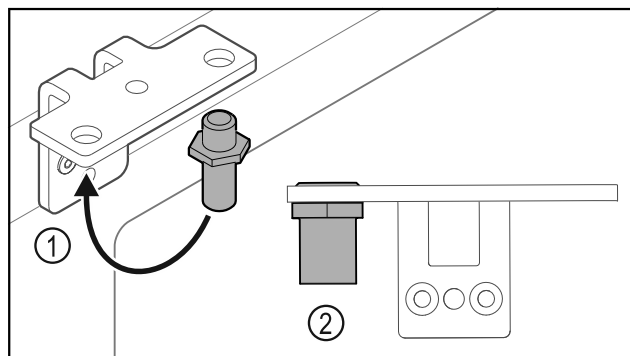

Fig. 30
- ▶ Premjestite svornjake Fig. 30 (1) u kutnim šarkama.
- ▶ Pritegnite svornjake *Fig. 30 (2)* **okretnim momentom od 12 Nm**.